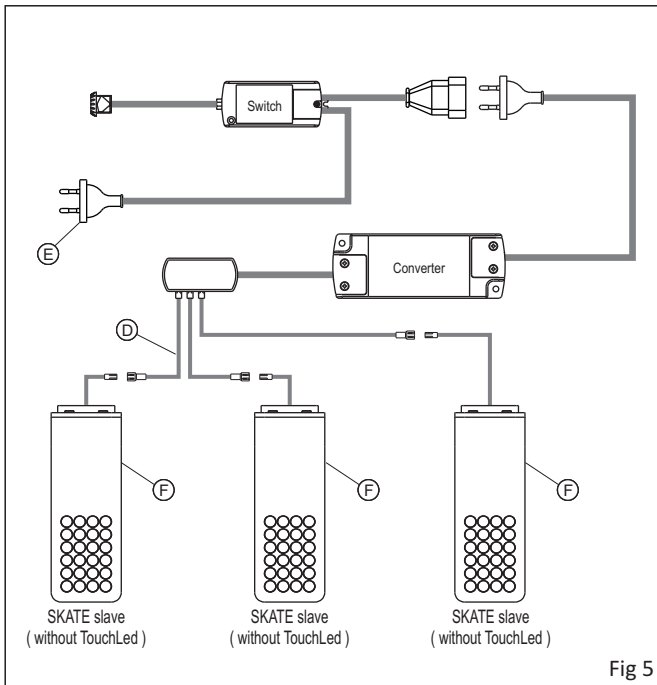

Fig 5
- SLAVE: (fig.5) (senza interruttore) utilizzando le prolungha (D) fornite in confezione.
- **SLAVE: (fig.5)** (without switch)
The **SKATE SLAVE** (F) is a switch-free spotlight, then it must be turned on via a remote switch that can be placed on the **SKATE TLDM** (wired in the MASTER version) as shown in figure 4 or it can be assigned to a separate switch connected to the primary of the converter as shown in figure 5, or to a remote socket where to connect the converter.
- **SLAVE: (Abb.5)** (ohne Schalter)
Der **SKATE SLAVE** (F) ist ein Strahler ohne Schalter, daher muss das Einschalten über einen Fernschalter erfolgen, der sich am **SKATE TLDM** (mit Verkabelung der Ausführung MASTER) wie in Abbildung 4 gezeigt befinden kann, oder über einen eigenen Schalter, der an die Primärspannung des Konverters angeschlossen wird, wie in Abbildung 5 gezeigt, oder über eine gesteuerte Steckdose, an die der Konverter angeschlossen wird.